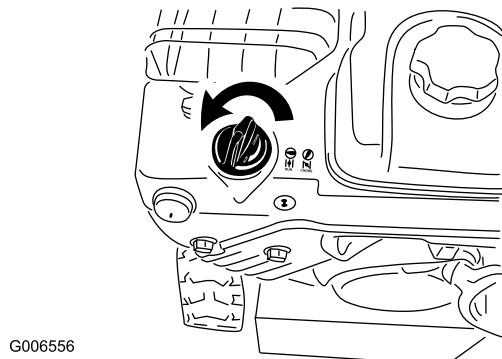

Рисунок 30
- Поверните заслонку в положение Choke (Заслонка) (Рисунок 30).